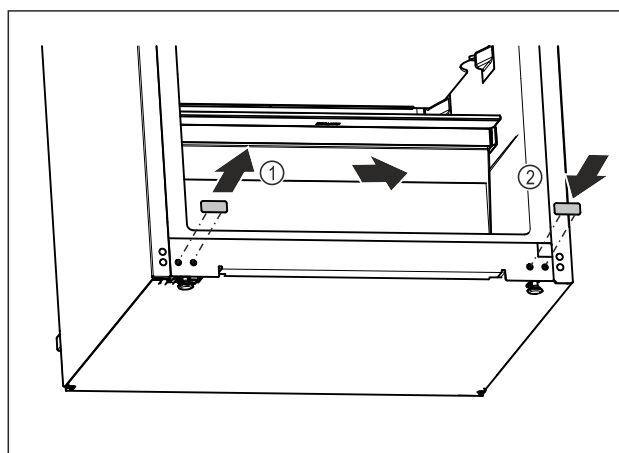

Fig. 12
- ▶ Izvucite pokrovni čep. Fig. 12 (1)
- ▶ Umetnite pokrovni čep na suprotnu stranu. Fig. 12 (2)